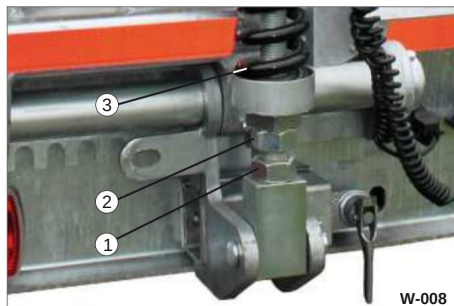

Bild 32 Fjäder, fabriksinställning
• Lossa låsmuttern (SW 56) (Abb. 32/2).
• Vrid justerskruven (bild 32/1) moturs.